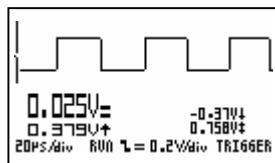

Fig 54
- 'run' = auto triggering (fig 54)
- '*run*' = auto-triggering (fig 54)
- '*run*' = synchronisation automatique (fig 54)
- '*run*' = Auto-Auslösung (fig 54)